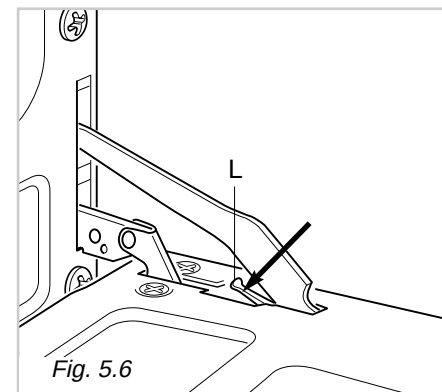

Fig. 5.6
- Presione la palanca “L” (fig. 5.6) y manteniéndola en esta posición, cierre lentamente la puerta para bloquear la bisagra.